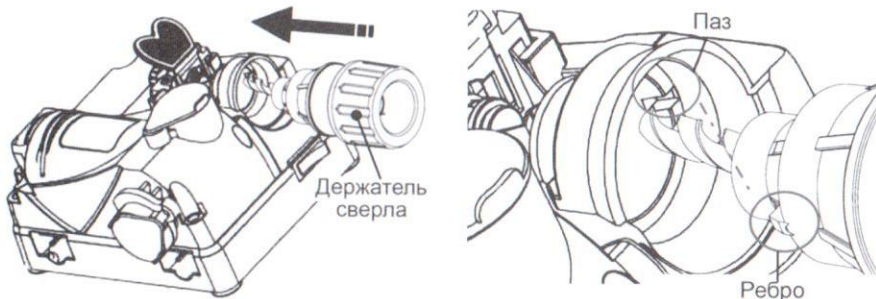

Рис. 3
- Во время установки держателя, следите за совпадением паза и ребра на держателе (См. Рис.3).